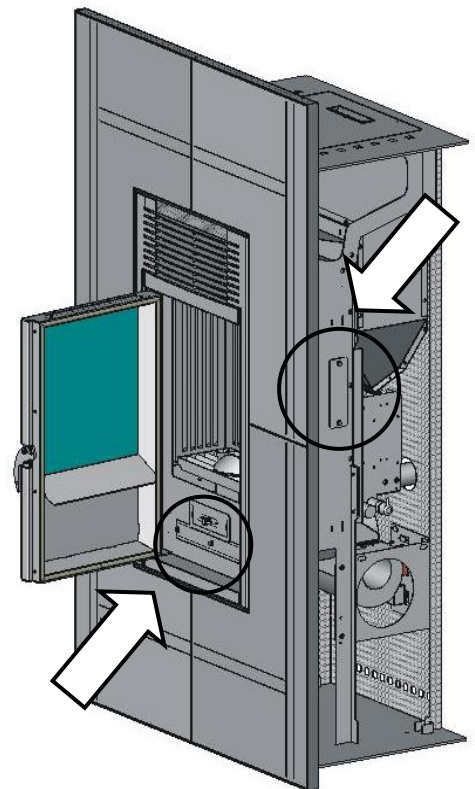

Abb. 5 – Seitliche und untere Verschlüsse
2. Zu erst die seitlichen Verschlüsse, siehe *Abbildung 5*, öffnen und mit einem steifem Stab oder einer Flaschenreinigungsbürste an den Wänden des Wärmetauschers kratzen, damit die Asche in das darunter befindliche Fach fällt. Es gibt zwei Verschlüsse: einer rechts und einer links.
3. Den vorderen, Längsverschluss unter dem Aschekasten (*Abbildung 5*) öffnen und die Asche und den Russ, die sich im Fach des Wärmetauschers angesammelt haben, entfernen.